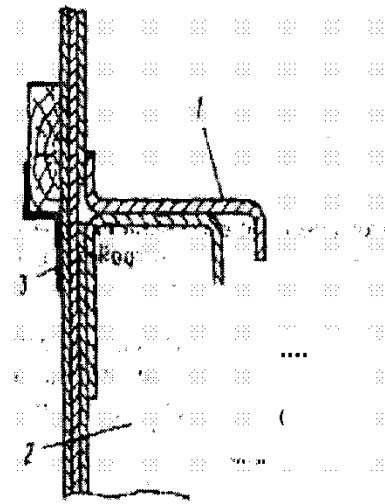

Рис. 8.8. Заделка зазора между обвязкой кровли и торцевой стеной:
2.7. Заделка зазора между обвязкой крыши и торцевой стеной (рис. 8.8) производится наклеиванием полос стеклоткани шириной до 200 мм по всей длине зазора.